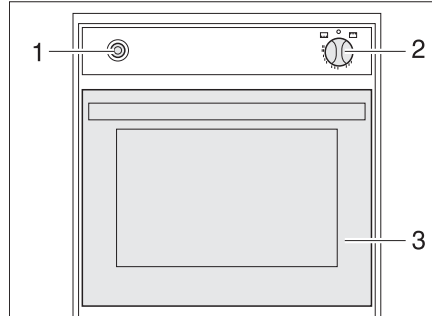

Bild 136 Gasugn
- Öppna ugnsluckan (Bild 136,3) helt.
- Tryck lätt på vridregulatorn (Bild 136,2) och ställ den på "🔥" (ugn).
- Tryck på vridregulatorn (Bild 136,2) under 5 till 10 sekunder. Gasen strömmar till brännaren.
- Tryck på tändaren (Bild 136,1) tills lågan tänds.
- Ställ vridregulatorn (Bild 136,2) på "0". Flammen slocknar.